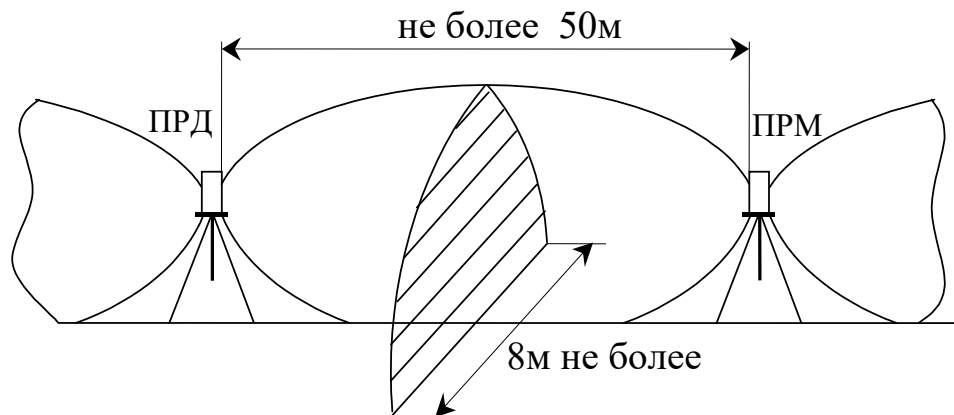

Рисунок 8.1
8.1.1 При установке комплекса необходимо учитывать, что при уменьшении длины участка зона обнаружения сужается и наоборот (см. рисунок 8.1 и таблицу 8.1).